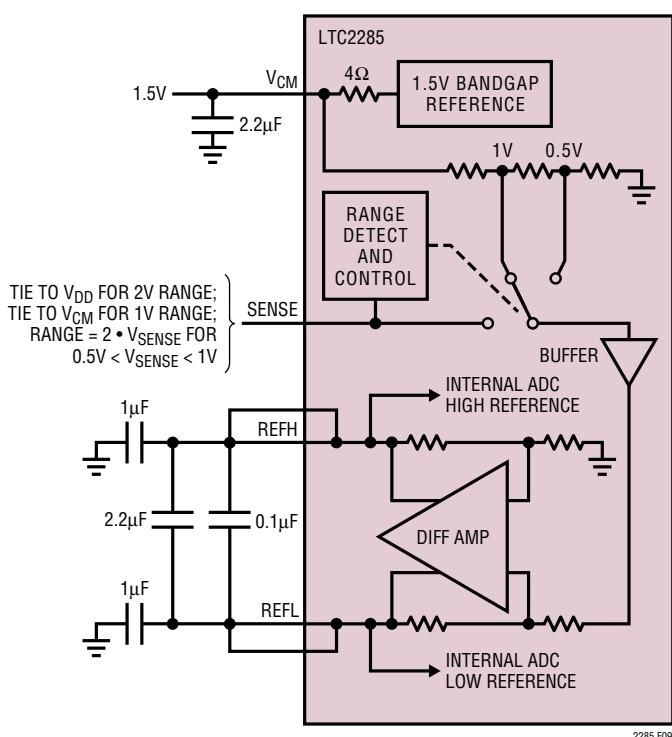

図9. 等価リファレンス回路
1.5Vのバンドギャップ・リファレンス、差動アンプ、スイッチングと制御の回路で構成されるLTC2285のリファレンス回路を図9に示します。内部電圧リファレンスは、ピンで選択可能な2V(差動±1V)または1V(差動±0.5V)の2つの入力レンジに設定することができます。SENSEピンをV_{DD}に接続すると2Vレンジが選択され、SENSEピンをV_{CM}に接続すると1Vレンジが選択されます。
続されているので、これらの出力は外部でバイパスする必要があります。各出力には2つのピンが備わっています。複数の出力ピンは、パッケージのインダクタンスを減らすために必要です。図9に示すように、バイパス・コンデンサを接続する必要があります。各ADCチャネルは、それぞれにバイパス・コンデンサが接続された独立したリファレンスを備えています。2つのチャネルは同じ入力レンジまたは異なる入力レンジで使用することができます。